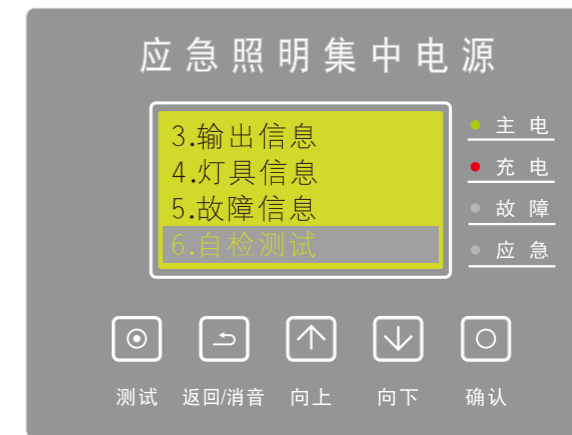

图14
(7)、自检测试(模拟市电停电、模拟月检、模拟年检、手动应急、加速自检)：在主屏下，按【确认】键进入菜单，按【向上/向下】选择【自检测试】，按【确认】键进入(如图14)。